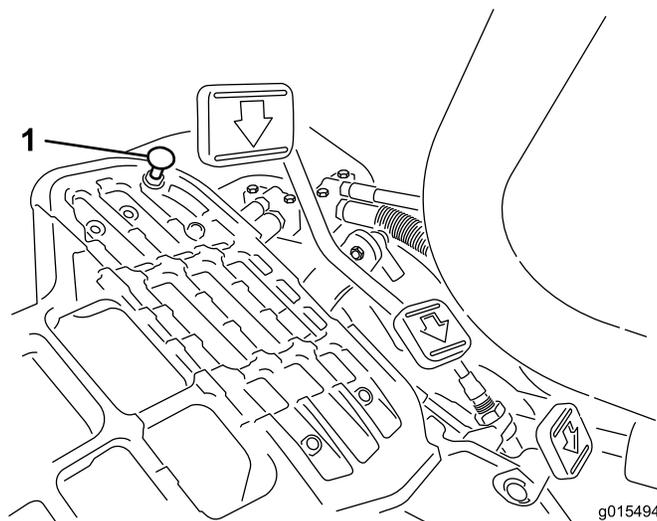

図 52
走行ペダルを踏み込んでみてください。ケーブルに張力が掛かる前にペダルがストップ（図 52）に当たる場合には調整が必要です。
1. ペダル・ストップをフロア・プレートに固定しているフランジヘッド・ロックナットをゆるめる（図 52）。